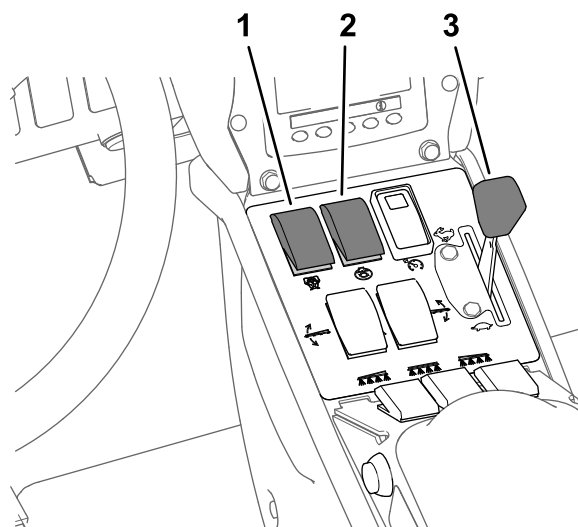

Рисунок 45
8. Установите переключатель перемешивания и выключатель насоса для опрыскивания в положения Вкл. (Рисунок 45).
9. Установите регулятор дроссельной заслонки в положение БЫСТРО (Рисунок 45).
Примечание: При выполнении этой процедуры предполагается, что насос для опрыскивания включен; см. Рисунок 45 в разделе Опрыскивание в режиме заданной нормы внесения \(страница 43\).
4. Установите рычаг дроссельной заслонки в требуемое положение частоты вращения двигателя для опрыскивания; см. Рисунок 45 в разделе Опрыскивание в режиме заданной нормы внесения \(страница 43\).